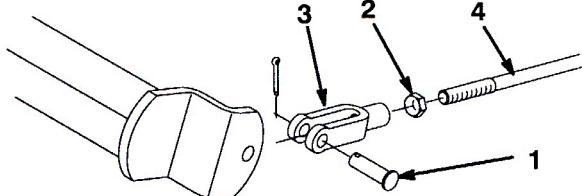

図49
2. ジャムナットをゆるめ、クレビスを調整する(図49)。
3. クレビスをシャフトに取り付ける(図49)。